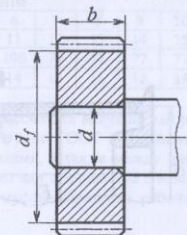

Рис. 57
2. Рассчитать цилиндрическое соединение с натягом, состоящее из вала и шестерни (рис. 57). Диаметр вала под шестерней d , ширина шестерни b , диаметр окружности впадин шестерни d_f и передаваемый шестерней момент T приведены в табл. 57. Недостающими данными задаться.